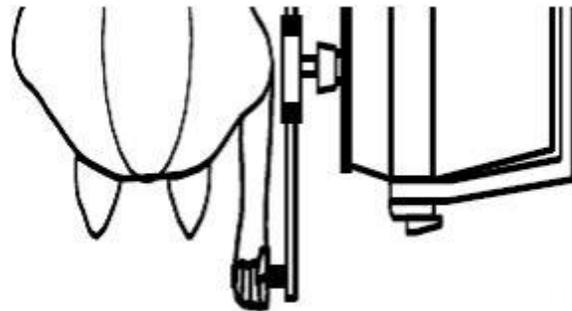

Figure 1
8. La position de test est comme suit : le sujet doit se tenir les pieds à plat sur le sol et écartés à la largeur des épaules ; les épaules doivent être à niveau, en adduction et en position neutre en ce qui a trait à la rotation ; le coude faisant l'objet du test doit être fléchi à 90 degrés ; l'avant-bras doit être en position de supination ; le poignet doit être en position neutre (0 à 15 degrés d'extension) avec une certaine déviation radiale ; et la main doit être placée au centre de la poignée. Cette position doit être maintenue tout au long du test (voir les figures 1 et 2).